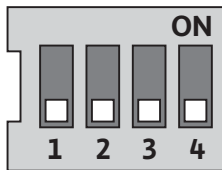

Fig. 23: conmutadores DIP
Los conmutadores DIP (Fig. 8, pos. 6/ Fig. 23) se encuentra bajo la cubierta de la carcasa.